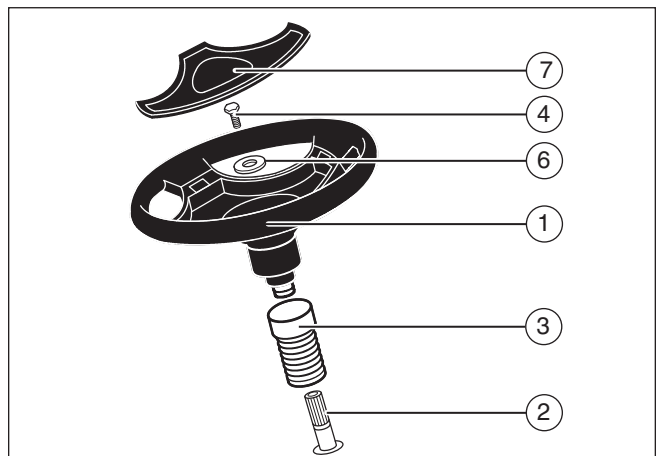

Figure 3
2. Faites glisser le couvercle (3) sur la colonne de direction (2) (Figure 3). Assurez-vous que le collier du couvercle soit au dessus.
3. Faites glisser le volant (1) sur la colonne de direction.
4. Fixez le volant à la colonne de direction à l'aide de la vis (4) et de la rondelle (6).
5. Certains modèles disposent d'une étiquette (7) en option, se trouvant dans le sac des pièces détachées. Attachez-le au centre du volant.